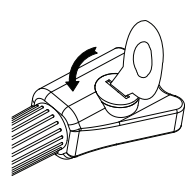

Abb.1
---Drehen Sie den Batteriefachdeckel mit dem Schraubenschlüssel 1 (Abb.1) gegen den Uhrzeigersinn und nehmen Sie ihn dann ab.